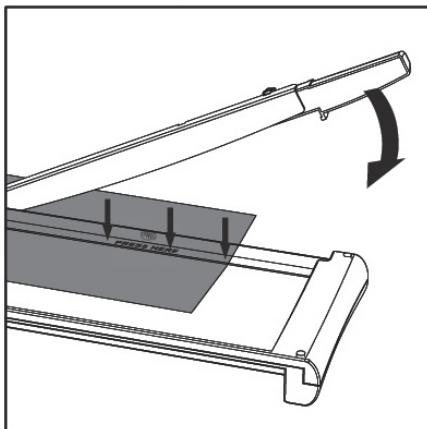

fig. 2
- Remontez le bras de la cisaille. Insérez le matériau à couper dans la position souhaitée, sur la table de coupe, en le glissant sous le dispositif de protection et appuyez sur celui-ci lors de la coupe. Abaissez le bras guillotine avec l'autre main (cf. figure 2).